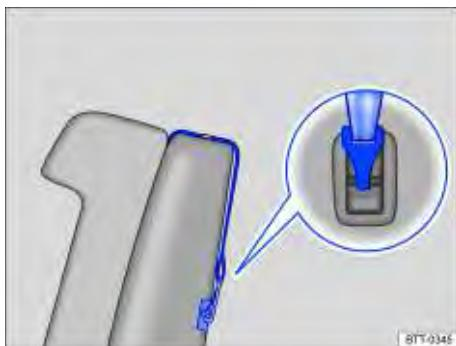

Fig. 52 Exemplo de um cinto de fixação superior preso.
- Caso seja fornecido juntamente com a cadeira de criança, colocar o cinto de fixação superior (Top Tether) da cadeira de criança entre o encosto do banco traseiro e a cobertura do compartimento de bagagem, fixando-o no terminal de engate existente na parte posterior do encosto do banco \Rightarrow Fig. 52.